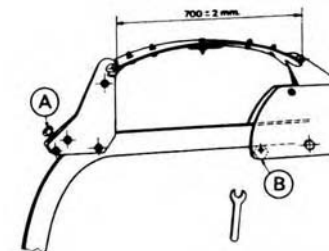

Fig. 3
En cualquier caso, la cuerda del arco que determina la ballesta, debe tener siempre una longitud de 700 ± 2 mm, medidos tal y como se expone en la figura (Fig. 3).
- Series **MINI**: In heavy duty conditions one or more leafs can be added to ease penetration of the plough. Always check that the distance of the arch of the spring is 700 ± 2 mm (Fig. 3).
- Modèles à lames **MINI**: Dans les conditions du terrain particulièrement compact, le ressort peut incorporer une lame de plus pour faciliter la pénétration de la charrue (Fig. 3).